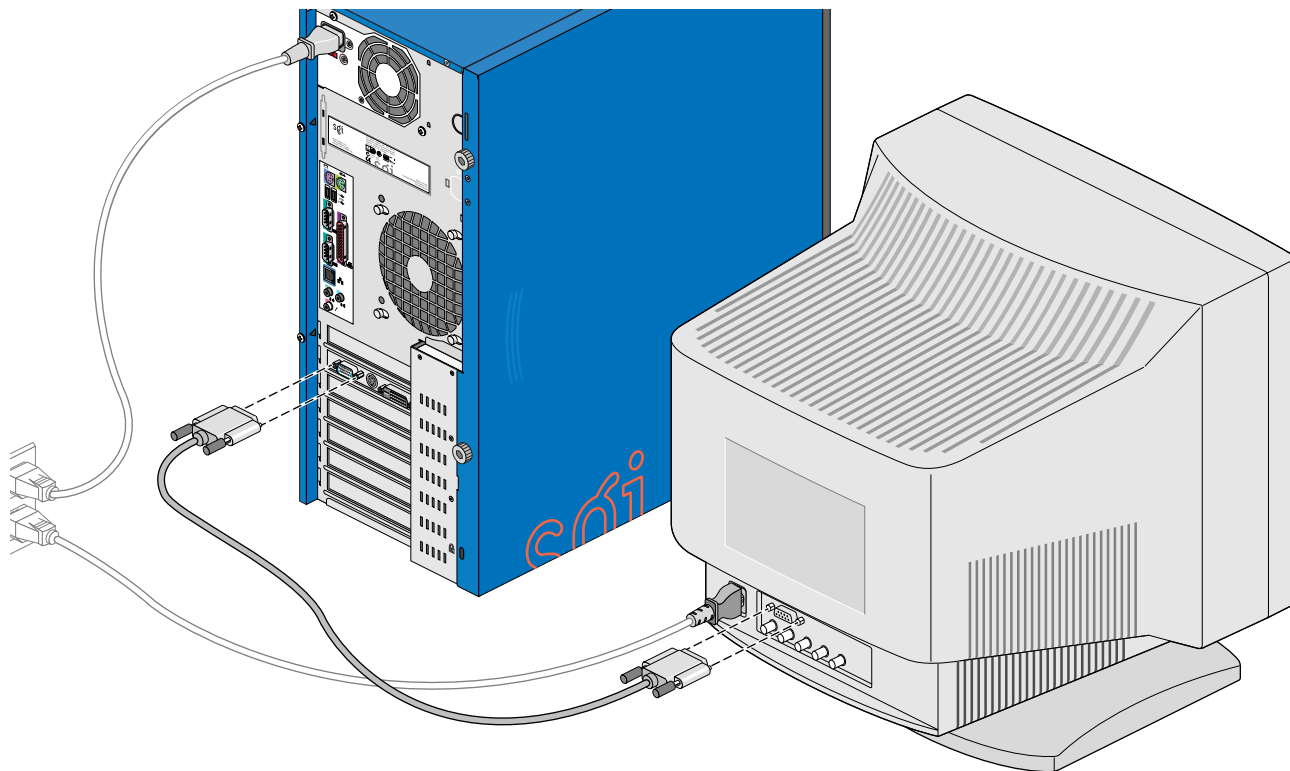

図 1-8 DB15 HD ビデオケーブルの接続
4. 図 1-8 に示すように、DB15 HD ビデオケーブルをシステムに接続します。
5. 図 1-8 に示すように、モニタを電源に接続します。